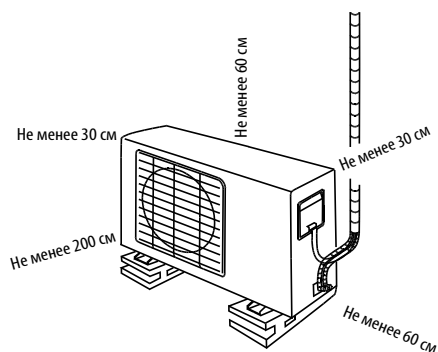

Рис. 13
- Обеспечьте свободное пространство для монтажа и обслуживания кондиционера (см. Рис.13)